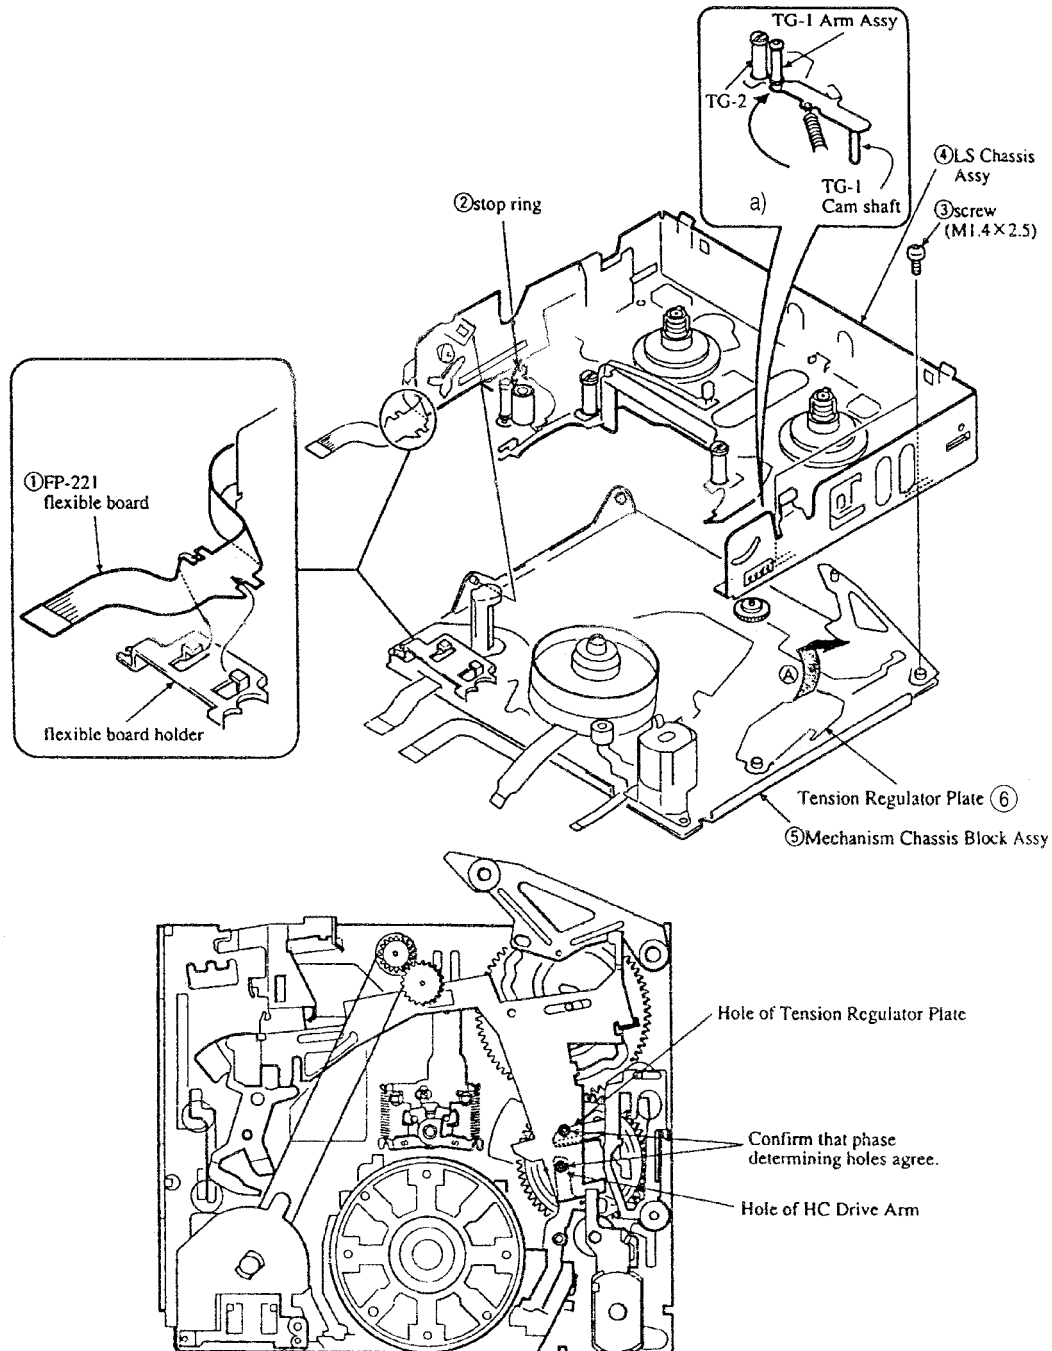

Рис. 7. Демонтаж подвижного шасси
Демонтаж подвижного шасси LS производят после удаления кассетоприемника, фиксатора подкатушечников и узла перекидной шестерни (GEAR ASSY, GOOSENECK, X-3945-399-1) ориентируясь на рис. 7:
- разборку начинают с удаления гибкого шлейфа FP-221 из его держателя (позиция 1 на рис. 7);
- затем снимают стопорную шайбу (2) (STOP RING 1.5, TYPE-E, 7-624-102-04);
- отвинчивают 2 винта (3);
- вынимают подвижное шасси LS (4) из шасси механизма (5).
Перед установкой подвижного шасси LS, производимой в обратном порядке, следует убедиться, что идентификационные отверстия, показанные на рисунке, находятся в правильном положении. При установке шасси LS необходимо вставить шип пластины регулятора натяжения в прорезь на шасси, а ось узла эксцентрика (ARM ASSY, TG1, X-3945-395-1) в пластину регулятора натяжения (6), что возможно при нажатии стойки TG-1 в направлении стойки TC2 (см. рис. 7а). В собранном виде рычаг TG-1 не должен свободно качаться.